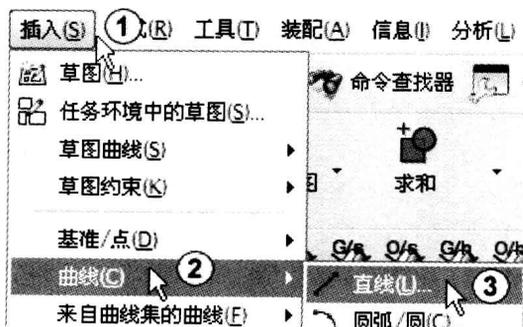

图 1-6 调出插入直线菜单
(5) 调出直线菜单。单击菜单“插入”→“曲线”→“直线”，如图 1-6 中①~③所示。